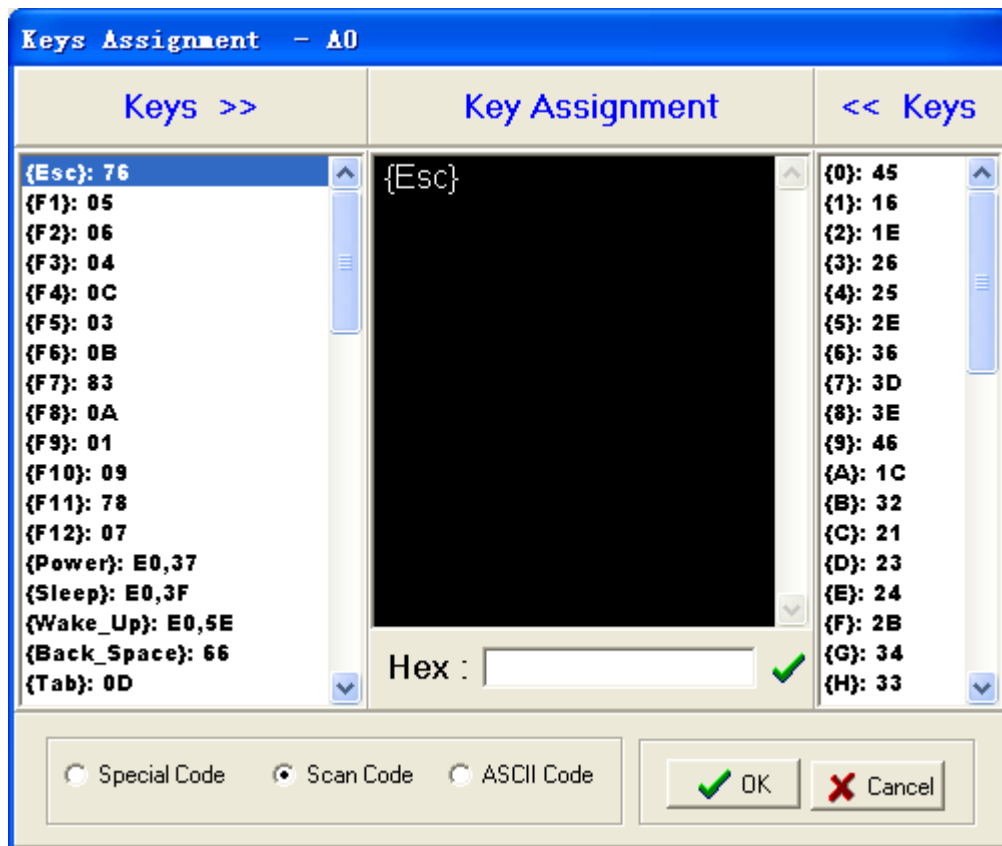

图 3
1.3.2 将光标移动到需编程的键位编码上，按 ALT+N 进入扫描码编辑模式，如图 3 所示。在扫描码模式下每个字母、数字、字符都带有 () 号。定义控制键与功能键时，先按一下 Esc 键，接着按下该控制键或功能键。例如，若要定义 Insert 键需按一下 Esc 键，再按一下 Insert；若要定义 Esc 键需按两下 Esc 键。
选择 Scan Code 选项,然后在 Keys 列表框中找到 Esc 并单击鼠标左键,或直接在 Hex 输入框中输入该键的扫描码: 76 按回车即可,这时 Key Assignment 显示如图 3,然后按 [OK]键确认。